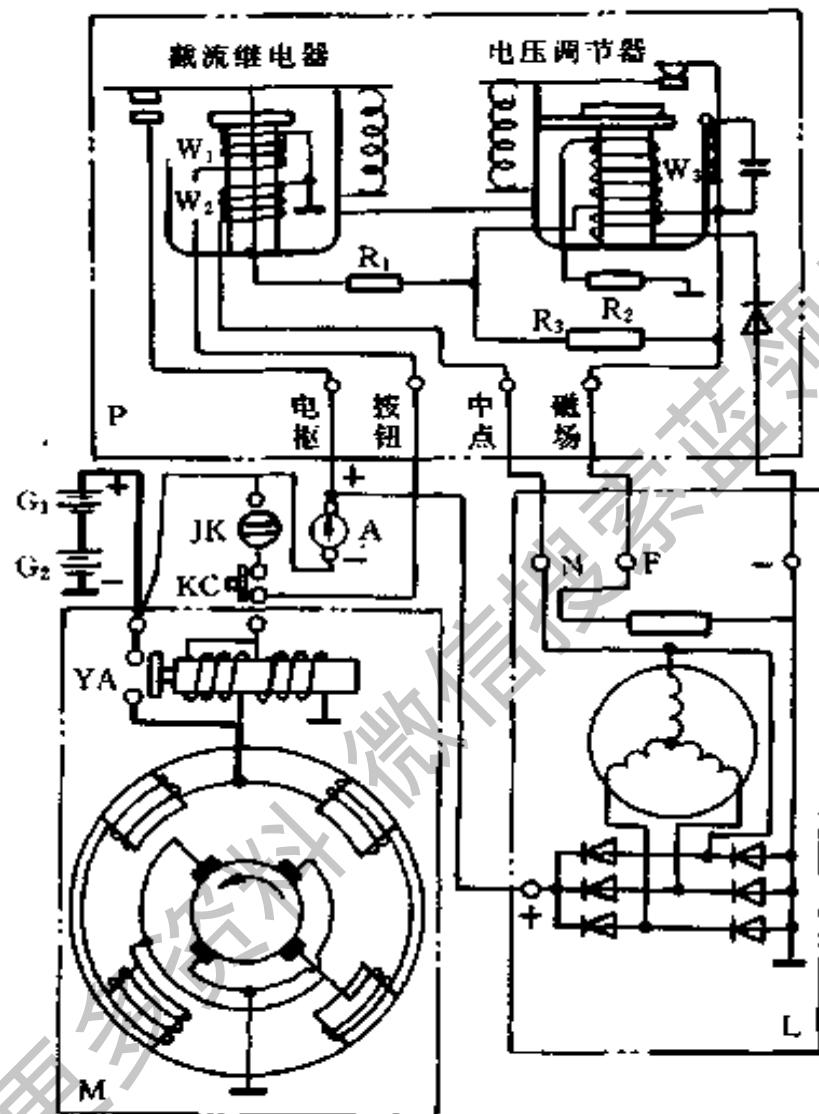
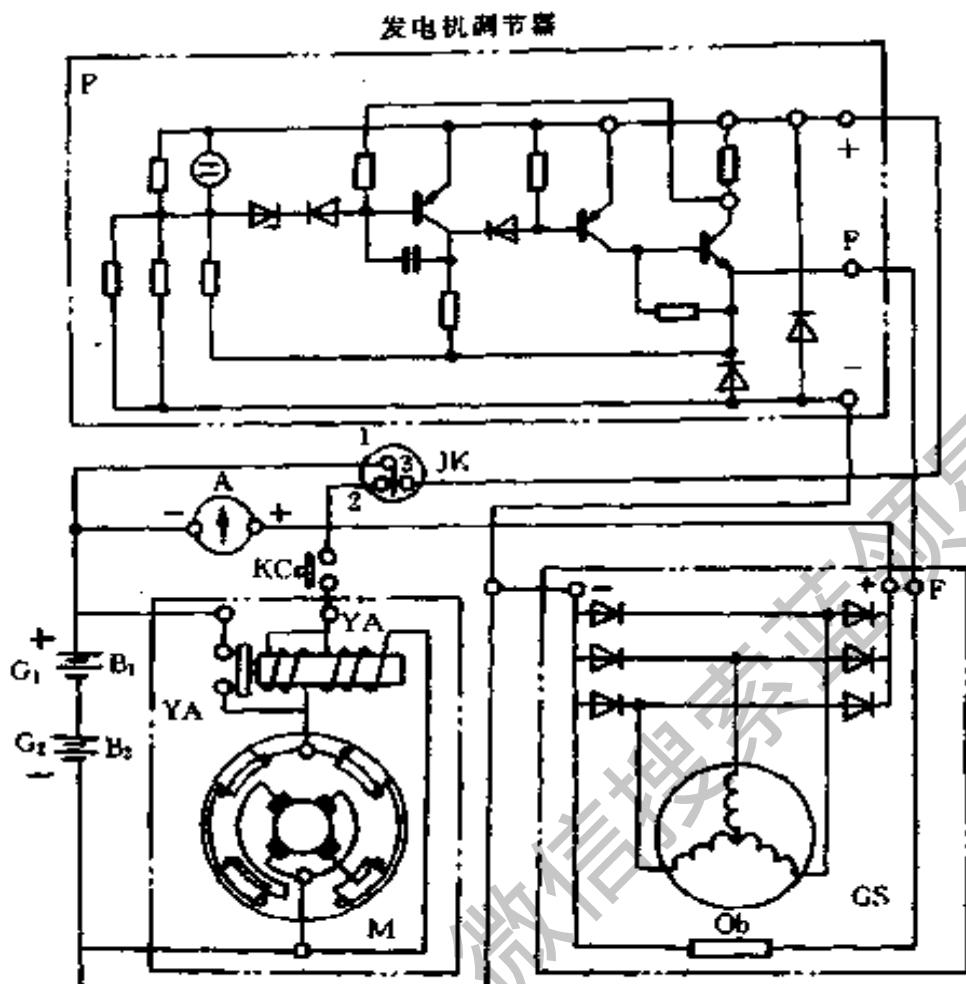

图 3-26 2、4、6 缸直列基本型柴油机启动系统
图 3-30 12V135 系列基本型柴油机的电启动线路
用 FT121 或 FT221 型与硅整流充电发电机配合工作时, 其连接线路如图 3-26 所示。
直列基本型 2、4、6 缸柴油机的电启动线路如图 3-26 所示。电路电压为 24V(2 缸柴油机为 12V),单线制,负极搭铁。
12V135 系列基本型柴油机的电启动线路见图 3-30 所示。
(1) 把喷油泵调速器操作手柄推到空载,转速为700r/min左右的位置。
(2) 将电钥匙打开(2、4缸柴油机无电钥匙;12缸V型柴油机将电钥匙转向“右”位,参见图3-26、图3-30),按下启动按钮,使柴油机启动。如果在12s内未能启动,应立即释放按钮,过2min后再作第二次启动。如连续三次不能启动,应停止启动,找出原因并排除故障后再行启动。